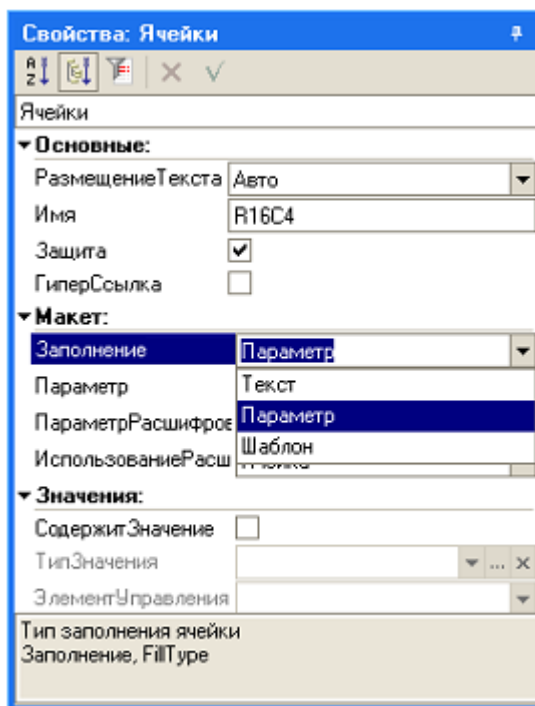

Рис. 80
- вызовите палитру свойств для ячейки, в которую ввели текст и укажите, что в ячейке будет храниться *Параметр* (рис. 80). Каждая ячейка редактируемого табличного документа может содержать либо текст, либо параметр, либо шаблон.